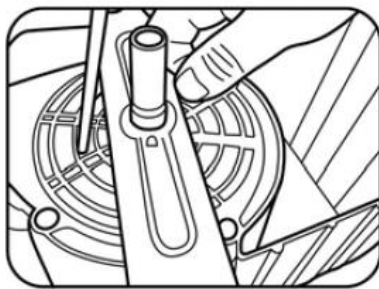

Рис. 8.2
- ❖ Ослабьте болт лезвия и снимите лезвие. Затем прочно зафиксируйте винты. Рисунок 8.2